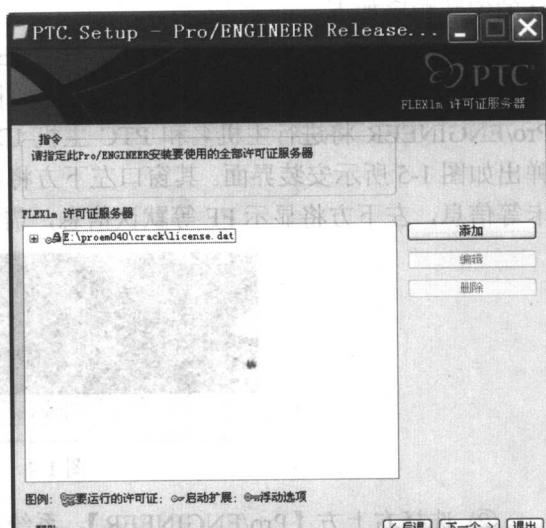

图 1-8 确认对话框
④ 选择单选框【锁定的许可证文件（服务器未运行）】，在【许可证文件路径】中选中前述的许可文件 License.dat，单击【确定】，系统将弹出如图 1-8 所示的确认对话框。